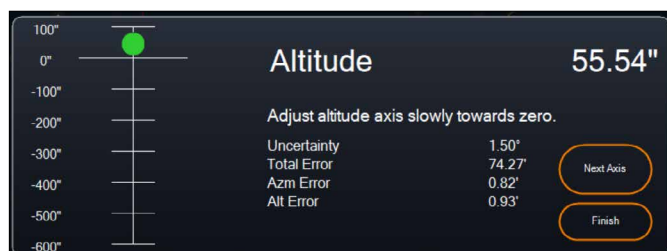

Fig. 19: Fenêtre d'ajustement de l'axe d'altitude pendant l'alignement polaire dans CPWI.
5. Cliquez sur « Axe suivant » lorsque vous avez terminé d'effectuer les ajustements d'azimut. La fenêtre d'ajustement de l'axe d'altitude apparaîtra (Fig. 19)